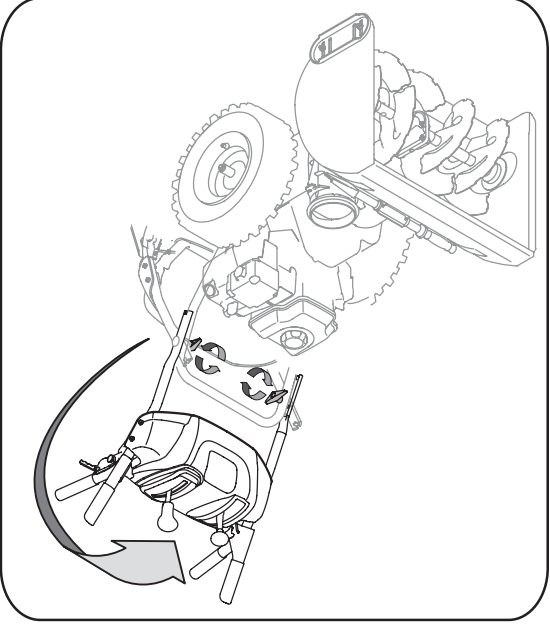

Figure 3-1
- Assurez-vous que les deux câbles, sur la partie inférieure de la souffeuse, sont bien alignés avec les rouleaux de guidage. Redressez le guidon supérieur, alignez le guidon supérieur avec le guidon inférieur. Voir la Figure 3-1.